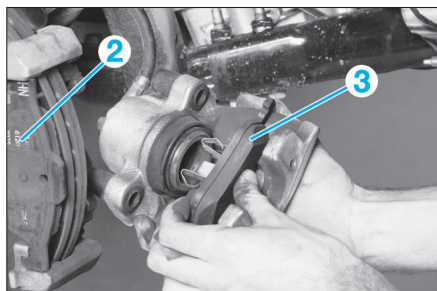

FIG. 9
- Récupérer la plaquette (2) restée sur le support d'étrier et déclipser la deuxième plaquette (3) du piston (Fig.9).